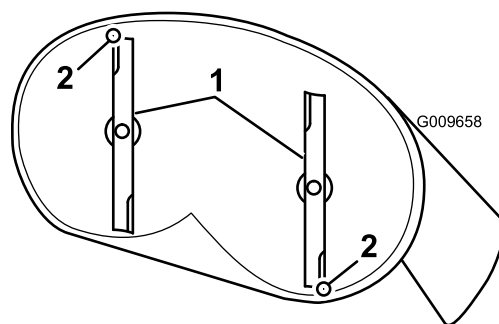
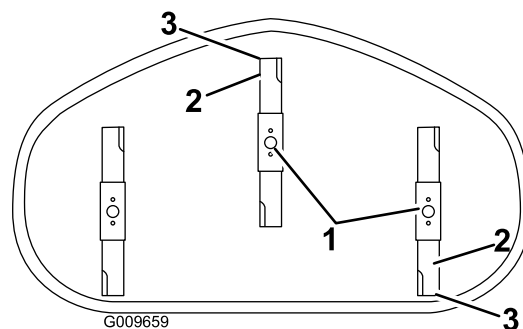

Рисунок 71
Рисунок 72
4. Осторожно поверните ножи так, чтобы они были расположены в продольном направлении (Рисунок 71 и Рисунок 72).
5. Измерьте расстояние от конца переднего ножа до плоской поверхности и от конца заднего ножа до плоской поверхности (Рисунок 71 и Рисунок 72).
9. После регулировки проверьте угол наклона в продольном направлении еще раз, продолжайте регулировать с помощью гайки до тех пор, пока конец переднего ножа не будет на 1,6 – 7,9 мм ниже конца заднего ножа (Рисунок 71 и Рисунок 72).